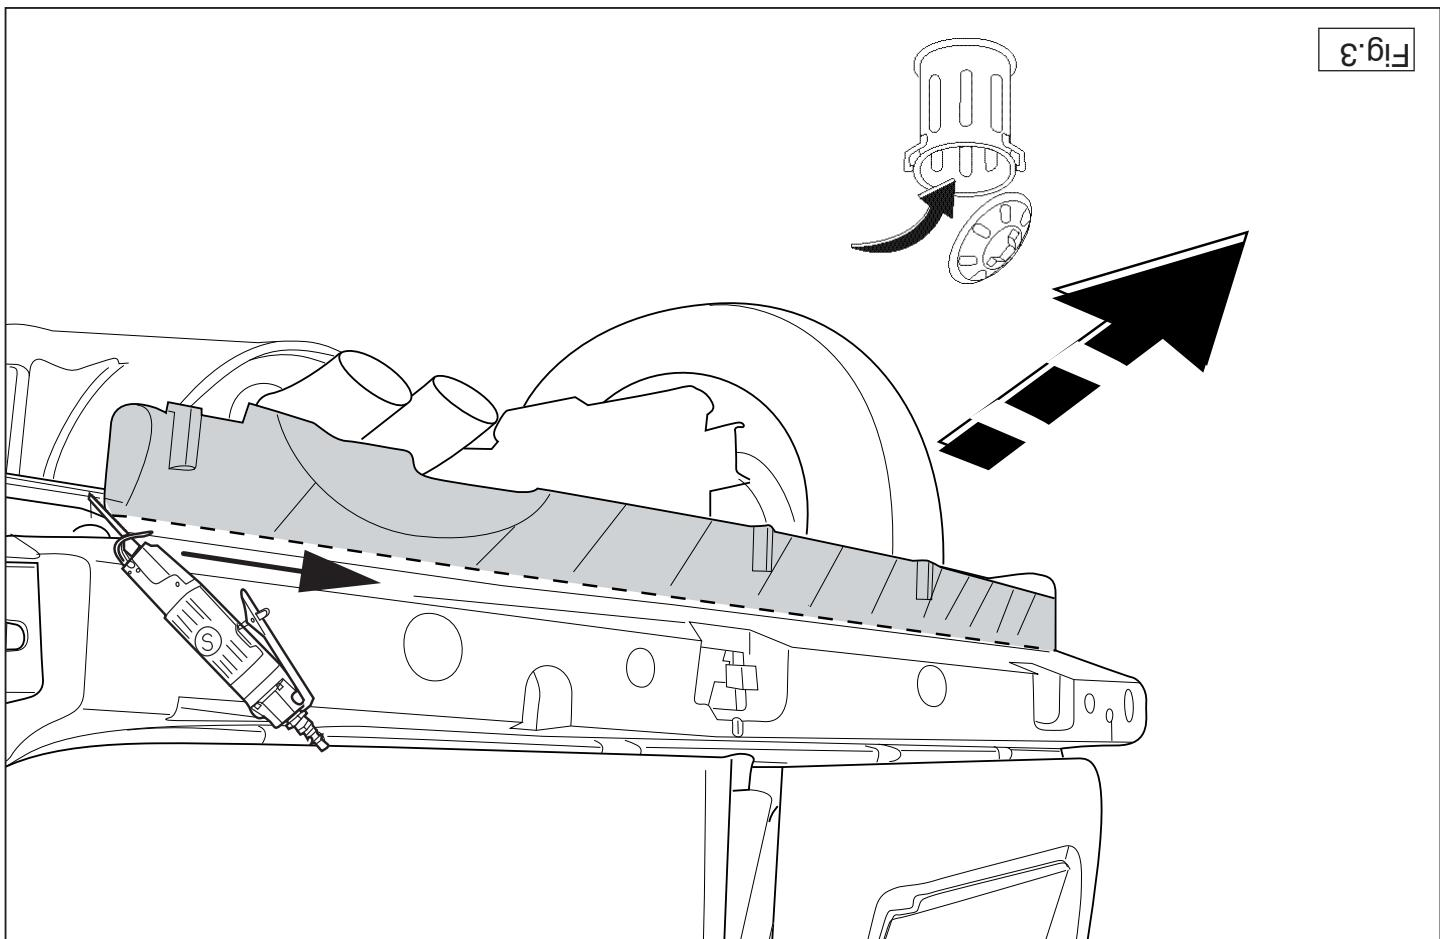

Fig.3
4. Für Be Bop/Express Compact Fahrzeuge gilt: Gemäß Abb. 3 das angegebene Teil abschneiden.